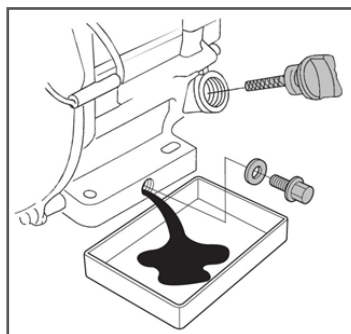

Рис. 12 Замена моторного масла
2. Очистите от загрязнений зону вокруг маслосазливной горловины. Извлеките щуп из маслосазливной горловины и протрите его чистой ветошью (Рис. 12).
3. Выкрутите болт отверстия для слива масла и слейте отработанное масло в подготовленную для этого емкость (Рис.12).